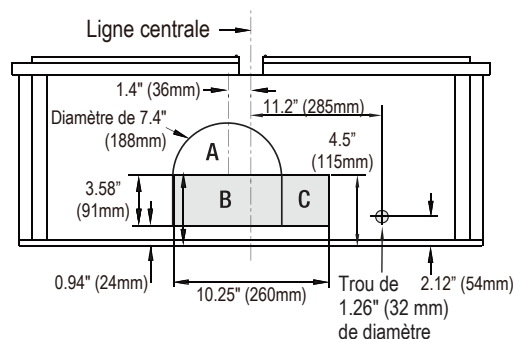
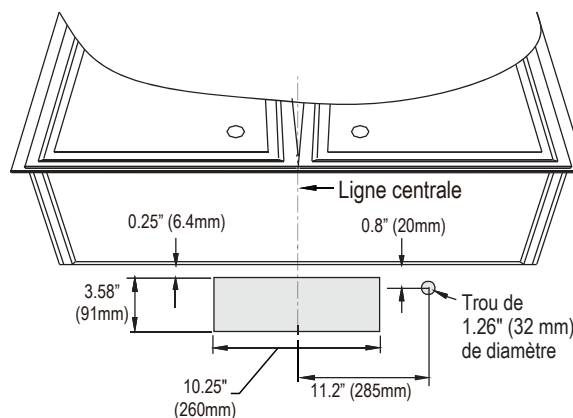

Fig. 3: Ventilation par le haut
Fig. 4: Ventilation par l'arrière
- Déterminer si votre système de ventilation existant évacue l'air par le haut ou par l'arrière. Veiller à ce que les ouvertures dans l'armoire ou dans le mur pour le clapet et pour l'accès à l'électricité sont à des endroits appropriés et sont de tailles appropriées. Voir la Fig. 3 si votre ventilation est par le haut ou voir Fig. 4 si elle est par l'arrière. Pour la ventilation par le haut (Fig. 3), si vous utilisez le adaptateur rond, l'ouverture devrait être A et B seulement. Si vous utilisez le clapet rectangulaire, l'ouverture devrait être B et C seulement.